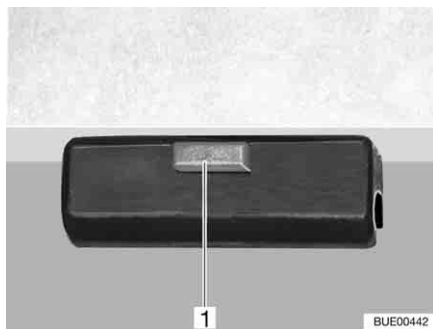

Fig. 106 Bloqueo
- Soltar el bloqueo (Fig. 106,1) del tablero de la mesa.